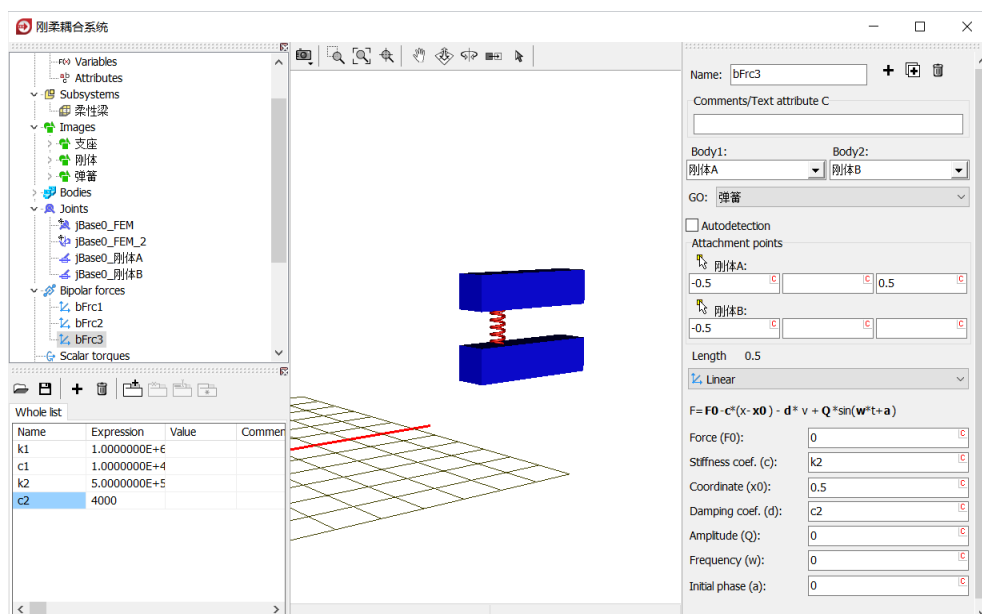

图 2-115
- 15) 复制生成第三个力元，将 **Body1** 改为**刚体 A**，**Body2** 改为**刚体 B**，连接点坐标分别为 **(-0.5, 0, 0.5)** 和 **(-0.5, 0, 0)**，定义刚度系数为 **k2** (赋值 **5.0e5 N/m**)，阻尼系数为 **c2** (赋值 **4.0e3 Ns/m**)，如图 2-115。